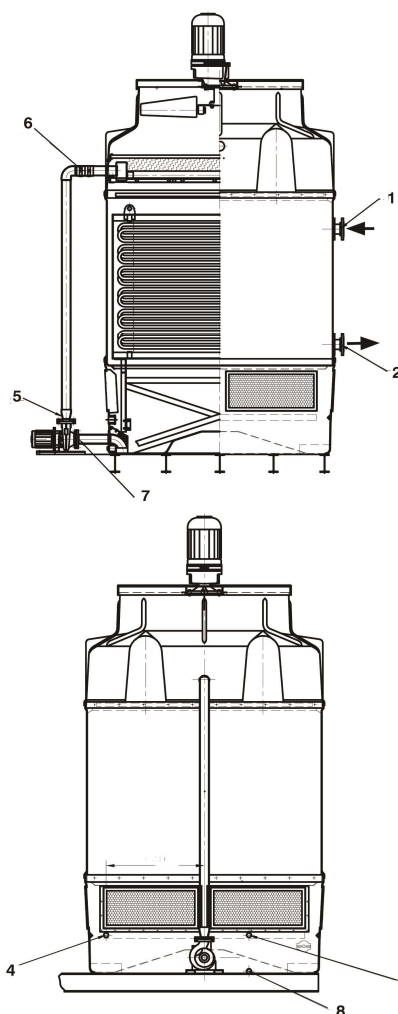

Fig. 20
- a.1) Connection of the primary circuit. Inlet pipe (fig 20/1) and outlet pipe (Fig 20/2).
- b) Connection of the overflow pipe (Fig 20/3).
- c) Connection of the make-up fresh water pipe of the float valve (Fig 20/4).
- d) Connection of the secondary circuit: Connect the secondary circuit pipe to the pump flange (Fig 20/5) and to the water distribution system (Fig 20/6).
- e) Connection of the pump to the outlet pipe from the collecting basin (Fig 20/7).
- h) Connection of the drainpipe (Fig 20/8).
- a.1) Raccordement du circuit primaire: tuyauterie d'entrée (fig. 20/1) et tuyauterie de sortie (fig. 20/2).
- b) Raccordement de la tuyauterie de "trop plein" (fig. 20/3).
- c) Raccordement de la tuyauterie d'eau d'appoint de la vanne à flotteur (fig. 20/4).
- d) Raccordement du circuit secondaire: raccorder la tuyauterie du circuit secondaire à la bride de la pompe (fig. 20/5) et au distributeur d'eau (fig. 20/6).
- e) Raccordement de la pompe à la tuyauterie de sortie de l'eau du bassin (fig. 20/7).
- h) Raccordement de la tuyauterie de vidange (fig. 20/8).
- a.1) Conexión del circuito primario: Tubería de entrada (fig. 20/1) y tubería de salida (fig 20/2).
- b) Conexión de la tubería de rebosadero (fig 20/3).
- c) Conexión de la tubería de agua de aporte de la válvula de flotador (fig. 20/4).
- d) Conexión del circuito secundario: Conectar la tubería del circuito secundario a la brida de la bomba (fig. 20/5) y al distribuidor de agua (fig. 20/6).
- e) Conexión de la bomba a la tubería de salida del agua de la bandeja (fig. 20/7).
- h) Conexionado de la tubería de drenaje (fig. 20/8).